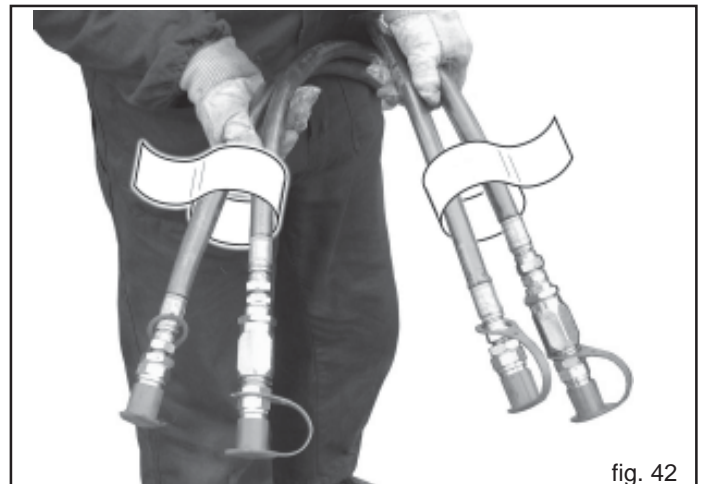

fig. 42
- 4) Die öldynamischen Schläuche unter Befolgen der an jedem Schlauch angebrachten Anleitungen korrekt an den Verteilern des Schleppers anschließen (Abb. 42).